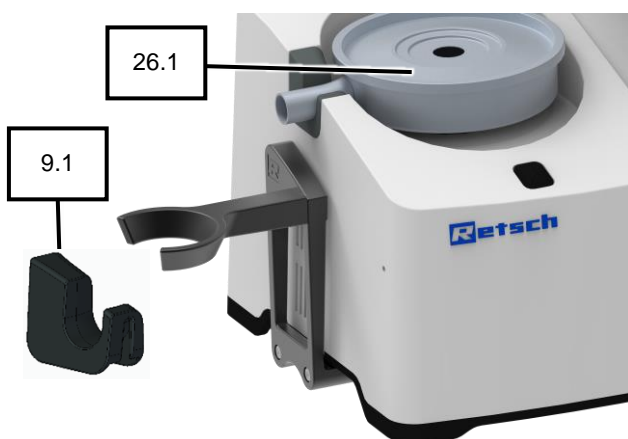

Abb. 47: Gerät mit Durchgangskassette und Halterung
7. Halterung seitlich an das Gerät setzen und mit den zwei beiliegenden Schrauben an der Bodenplatte des Gerätes befestigen (Abb. 47).
8. Die Durchgangskassette (26.1) an die Position der Standardkassette (26) setzen (Abb. 47).
9. Mahlwerkzeuge einsetzen (siehe „Mahlwerkzeuge und Kassette einsetzen“) (Abb. 47).
10. Durchgangskassette (26.1) mit Deckel verschließen (Abb. 47).
12. Gerätehaube (2) schließen.